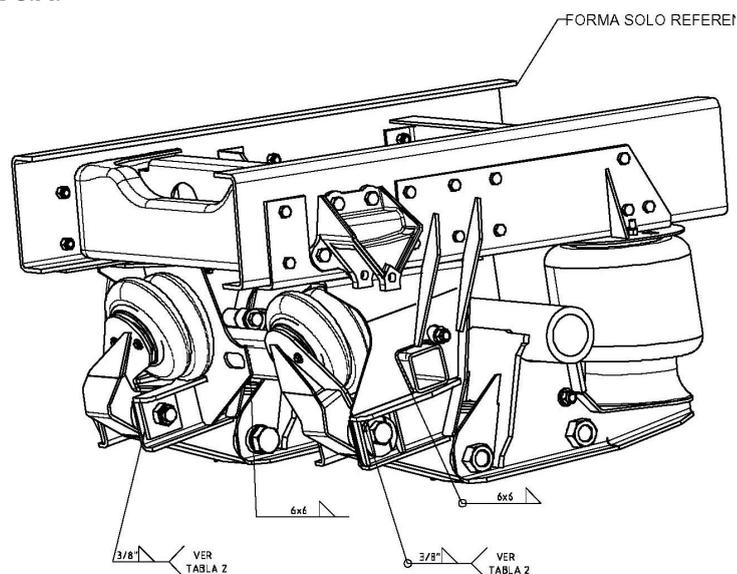

Fig. 3
- D. Para reducir tensiones laterales en los soportes de suspensión, se debe soldar un travesaño provisto con la suspensión (según indican las fotos 1,2 y 3) en base al ancho de chasis. Una configuración sugerida se muestra en la Fig. 3.